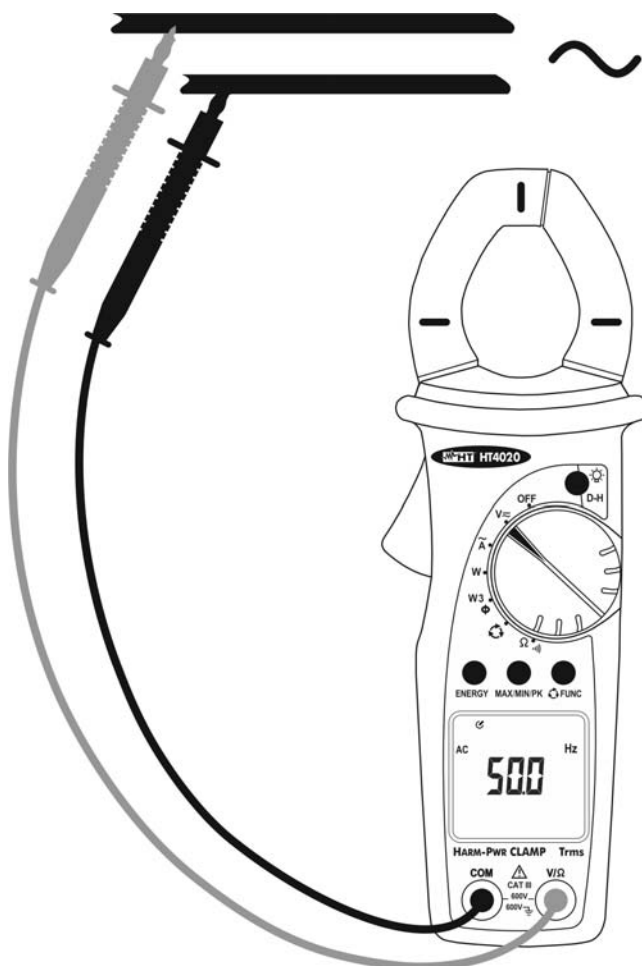

Fig. 5: Medida de Frecuencia con puntas de pruebas
4. Posicione las puntas de prueba en el punto deseado del circuito en examen (ver la Fig. 5). El valor de frecuencia de la señal presente en la entrada y es mostrado en el visualizador